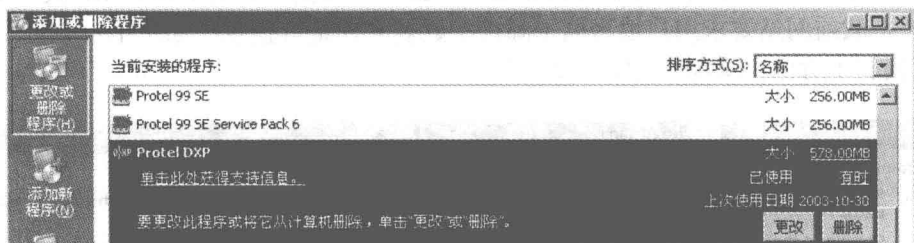

图 1-13 卸载 Protel DXP
2) 重新启动后, 在展开的控制面板画面中选择“添加或删除程序”图标并双击, 弹出“添加或删除程序”对话框, 如图 1-13 所示。在对话框中选择 Protel DXP, 单击下部的“删除”按钮, 即可卸载 Protel DXP。